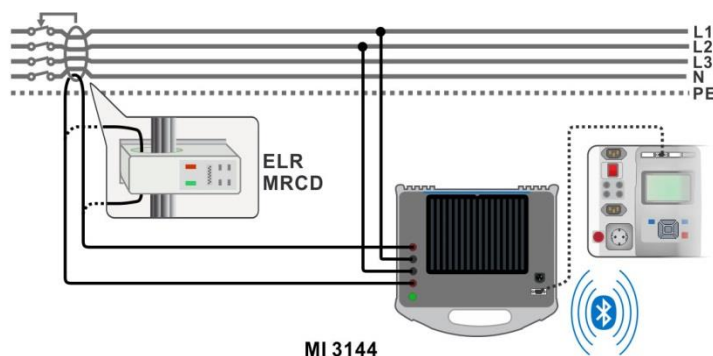

Abbildung 6.96: ELR-Stromeinspeisungstest / Kombination Zeit Test Verbindung
- › Schließen Sie die Prüflleitungen am Prüfling an. Siehe **Abbildung 6.96**. Ausführliche Informationen finden Sie in **der Bedienungsanleitung für MI 3144 – Euro Z 800 V**.
Siehe **Abbildung 6.96: ELR-Stromeinspeisungstest / Kombination Zeit Test Verbindung**
- › Schließen Sie die Prüfleitungen am Prüfling an. Siehe **Abbildung 6.96**. Ausführliche Informationen finden Sie in **der Bedienungsanleitung für MI 3144 – Euro Z 800 V**.